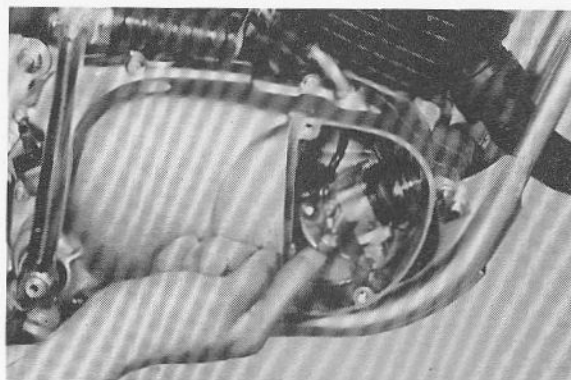

Fig. 2-5-9
- a. With throttle closed, rotate starter plate until the pump plunger moves fully out and away from the pump body to its outermost limit. (Fig. 2-5-9)
- a. Avec le papillon des gaz fermé, tourner la plaque de démarreur jusqu'à ce que le plongeur de pompe sorte complètement du corps de pompe à la limite extrême. (Fig. 2-5-9)